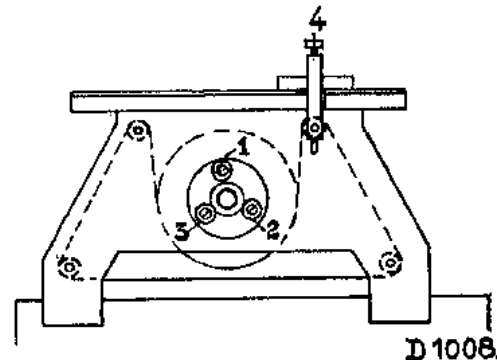

Abb. 6
2. Stellschraubchen zur Befestigung der Scheibe auf der Kondensatorachse (Abb. 6) lösen. Skalenknopf verdrehen, bis der Ablesezeiger auf 350 m steht, danach Stellschraubchen anziehen.
4. Abstimmen auf 350 m, Ablesezeiger mit Schraube 4 (Abb. 6) genauer auf 350 m. einstellen. Anschließend von neuem auf 214 m. und 570 m. prüfen.